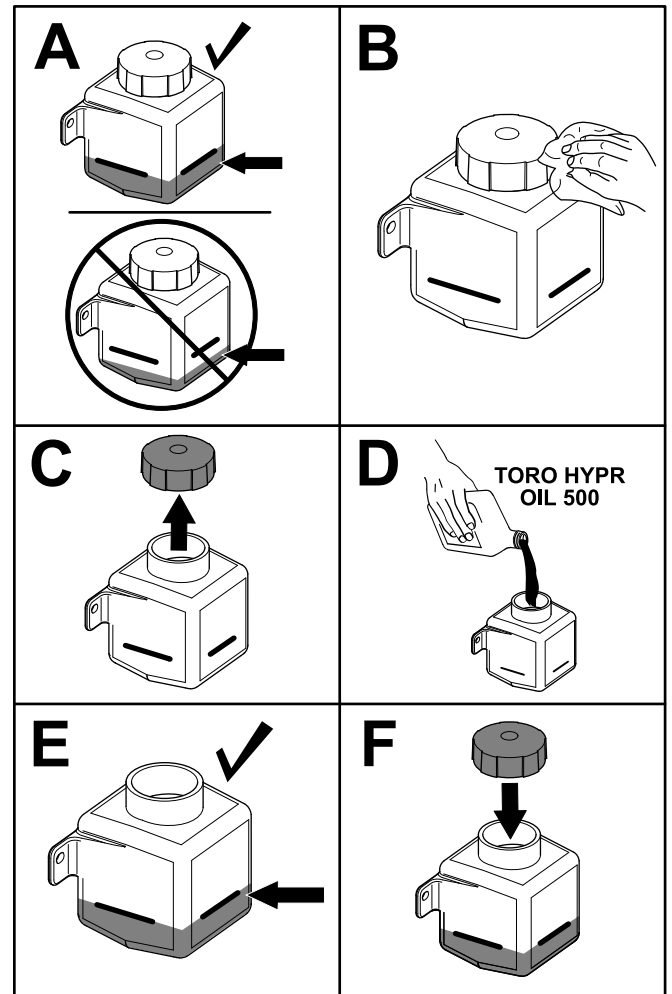

Bild 62
4. Überprüfen Sie den Ölstand auf der Seite des Hydraulikbehälters (Bild 62). Fahren Sie fort, bis der Stand unter dem kalten Füllstand ist.
5. Reinigen Sie den Bereich um den Deckel des Hydraulikbehälters (Bild 62).
6. Nehmen Sie den Deckel vom Füllstutzen ab und füllen Sie Öl nach, bis es den kalten Füllstand erreicht (Bild 62).
7. Setzen Sie den Deckel auf den Behälter auf (Bild 62).